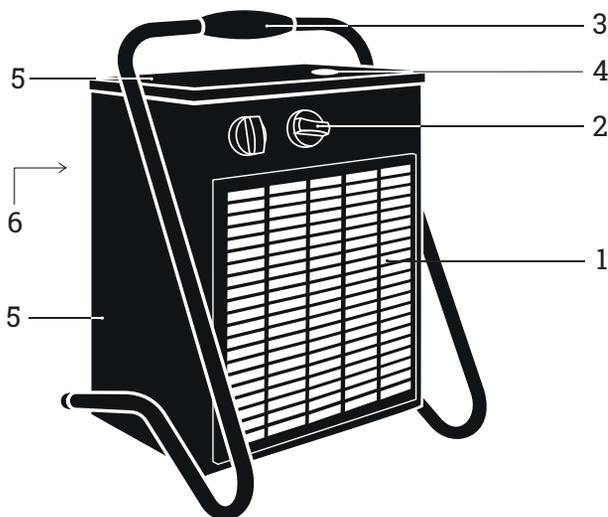

Рис. 1. Тепловая пушка
Несущая конструкция тепловой пушки состоит из корпуса (5) и крышки (4) (рис. 1).
Электрическая схема тепловой пушки представлена в приложении на рис. 1.